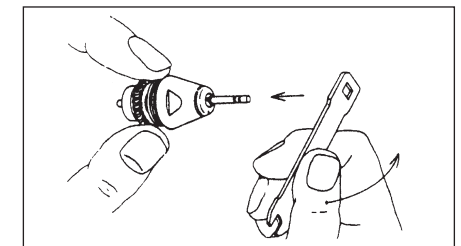

Fig.11
- 2) Sujete el rotor con dos dedos tal y como muestra la Fig.11. Monte la llave suministrada en la tuerca de rotor localizada en la parte superior del vástago del rotor y gírela en el sentido contrario a las agujas del reloj. (Se puede utilizar cualquier lado de la llave).